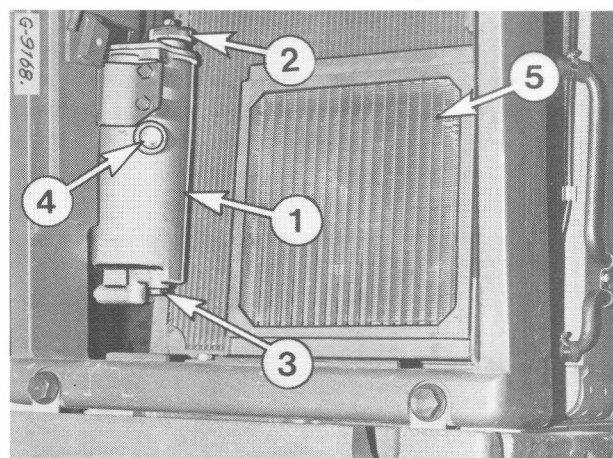
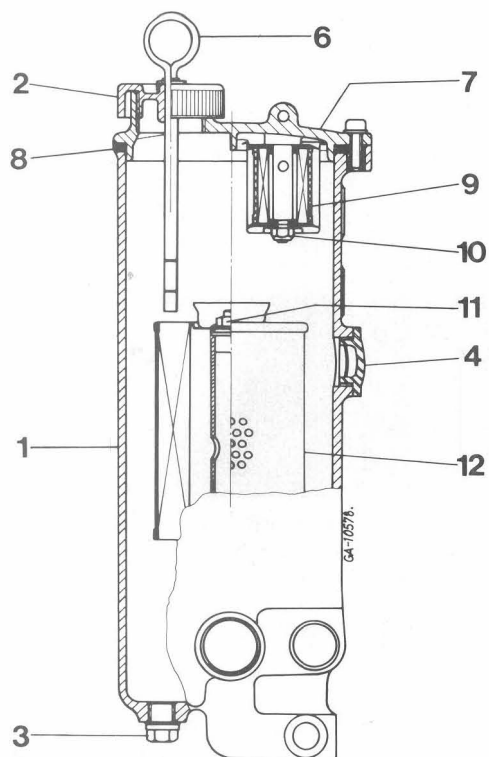

Figure 85
Figure 86
- 3 - Vérifiez le niveau par le regard (4) Fig. 85. Le niveau d'huile doit se trouver au dessus de la ligne centrale du regard.
- 4 - Si nécessaire, ouvrez le capot moteur et retirez le filtre reniflard (2). Rajoutez de l'huile HY-TRAN jusqu'au niveau supérieur de la jauge (6). Observez une propreté très stricte lors de ces opérations.
* Si le tracteur est équipé du système de climatisation, le réservoir d'huile est situé sur le côté gauche du moteur, au dessus du démarreur. Vérifiez le niveau d'huile à l'aide de la jauge (6) Fig. 86.
Observez la plus grande propreté. Otez le bouchon de vidange (3) Fig. 85 et le couvercle (2) Fig. 86. Vidangez l'huile dans un récipient à l'aide d'un tube. Otez l'écrou (11) et jetez l'élément usagé (12). Mettez en place un élément neuf.
Légende de la Fig. 86